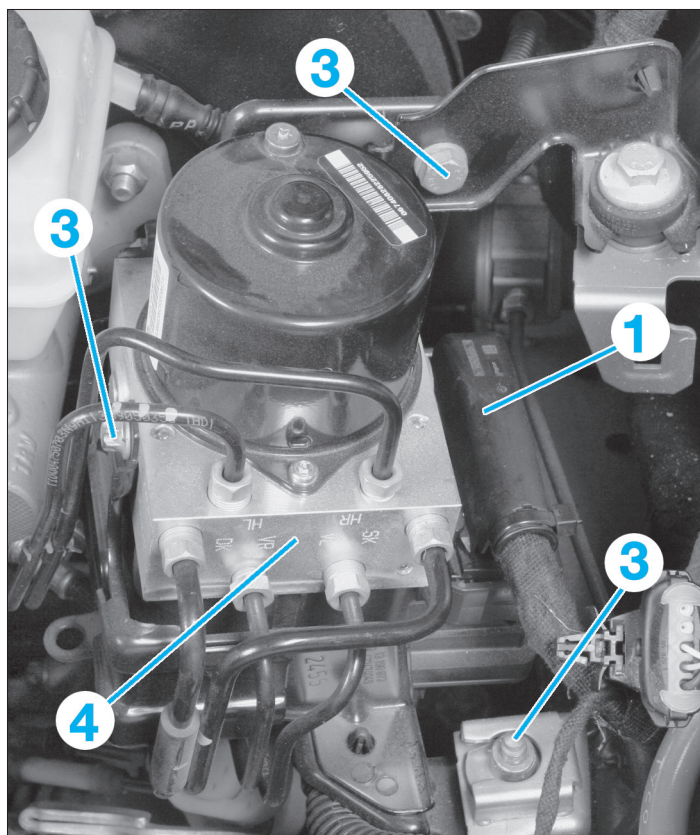

FIG. 24
- Débrancher le connecteur (1) du calculateur (2) d'ABS (fig. 24).
- Déposer les 3 vis de fixation (3) du support du groupe hydraulique (4).